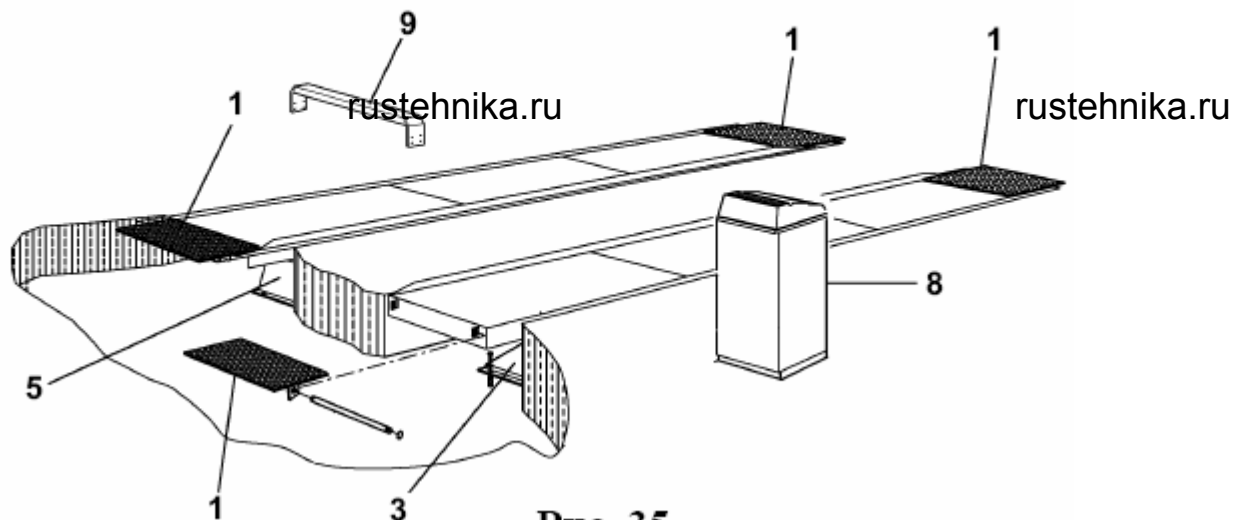

Рис. 35
**К Рис. 35** – Установка противооткатных устройств (1).